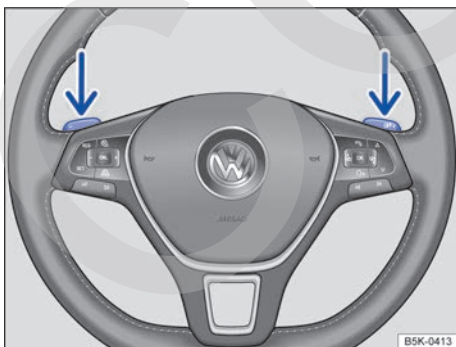

Fig. 123 Volante con levas de cambio para el Tiptronic.
- Tire de la leva derecha → fig. 123 hacia el volante para cambiar a una marcha más larga.
- **O BIEN:** reduzca de marcha con las levas de cambio situadas en el volante → fig. 123.